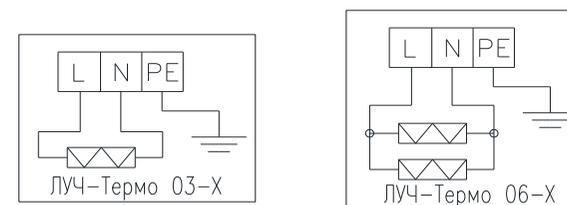

Рис.4. Электрические схемы обогревателей ЛУЧ-Термо.
6.4 Принципиальные электрические схемы обогревателей приведены на рис.4, Приложения 2.